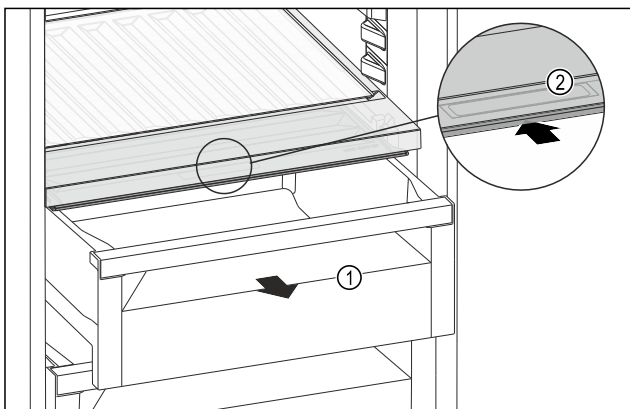

Fig. 148
- ▶ Извлеките выдвжной ящик Fig. 148 (1).
- ▶ Возьмитесь за утопленную ручку Fig. 148 (2) на крышке отделения и одновременно введите крышку отделения назад.